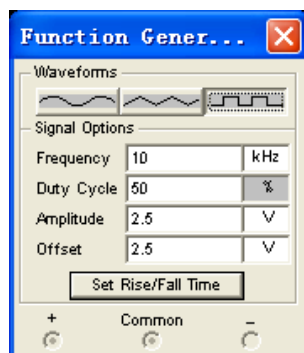

图 9.3 信号发生器设置
- (2) 打开信号发生器设置窗口，按图 9.3 进行参数设置。